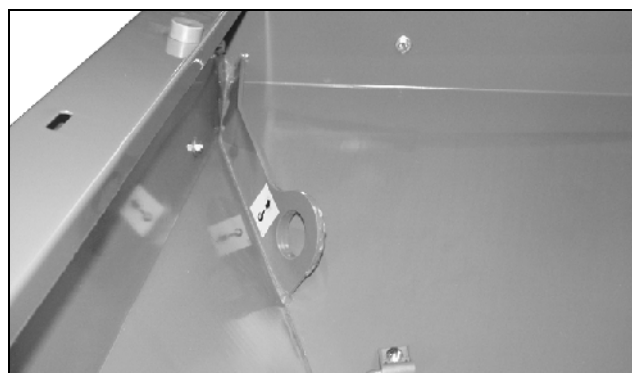

Fig. 7
- 2 puntos de fijación detrás del tanque (Fig. 7)